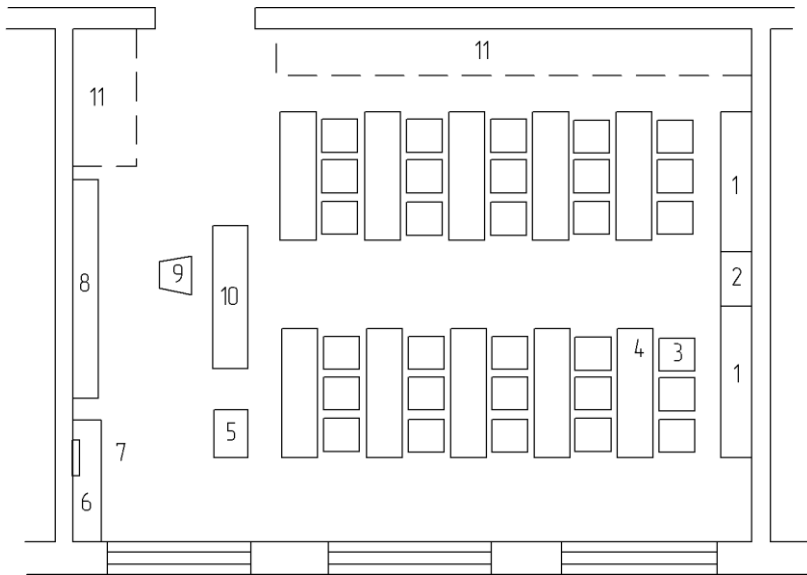

Рис. 1.1. Планування учбового кабінету з автосправи:
- накреслити схему розміщення устаткування в кабінеті, лабораторії, майстерні (див. рис.1.1, 1.2, 1.3.).
Учбовий кабінет з автосправи призначений для занять по вивченню технічних відомостей всіх розділів, запланованих програмою. Він повинен представляти учбову аудиторію (рис. 1.1), оснащену учбовими меблями – лабораторними столами і стільцями не менше чим на 30 учнів. Поверхня столів повинна дозволити проводити на ній різні маніпуляції з деталями автомобілів і приладами, інструментами.